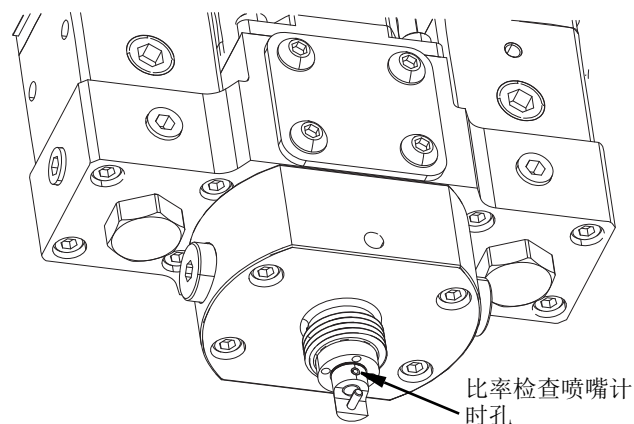

图 23
7. 用兼容的溶剂清洁喷嘴。确保比率检查喷嘴计时孔中没有材料。参见图 23。